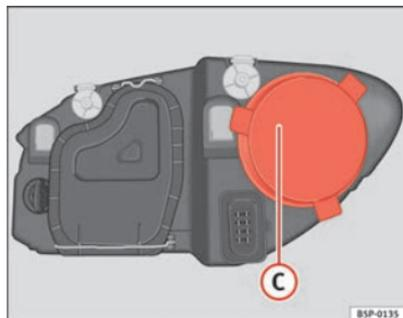

Fig. 187 Feux de route
- Retirez le cache ⇒ fig. 187 ③ en tirant dessus.